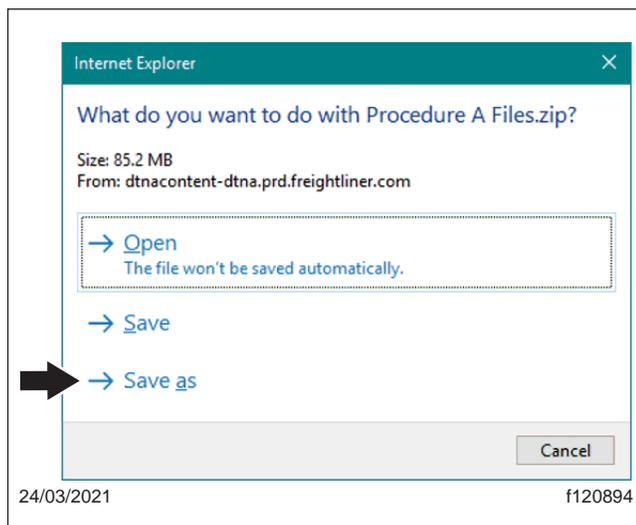

Fig. 4, Sélection Enregistrer sous
- Sélectionnez « Enregistrersous ». Voir Fig. 4.